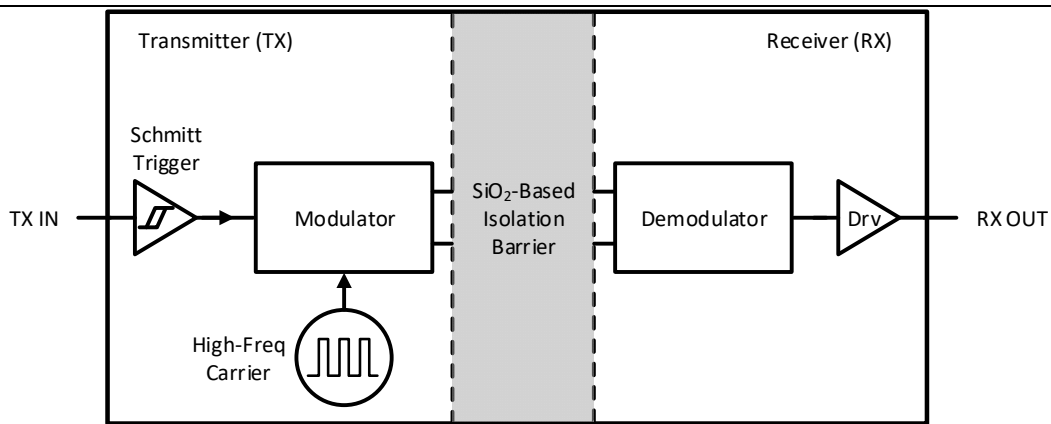
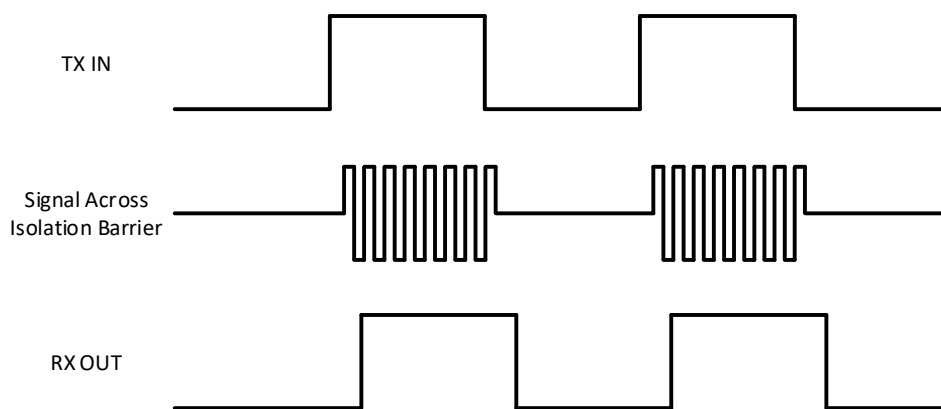

图 9-2 隔离通道的框图
图 9-3 OOK 调制方案的工作波形示意图
CA-IS1300B25G-Q1 器件使用简单的开关键控 (OOK) 调制方案在基于二氧化硅的隔离层之间传输信号。该隔离层支持高低压域之间高达 5 kV_{RMS} 的电气隔离。隔离通道的框图如图 9-2 所示。如图 9-3 所示，当数字位流为高电平时，发射机 (TX) 通过高频载波对其进行调制，当数字位流为低电平时则不调制。接收机 (RX) 解调通过隔离层的信号并将其准确地恢复成数字位流。隔离通道采用全差分电容耦合架构，对共模瞬态噪声不敏感，因此可以最大化 CMTI 性能。该结构和相关电路同时提供低辐射和高磁场抗扰度。